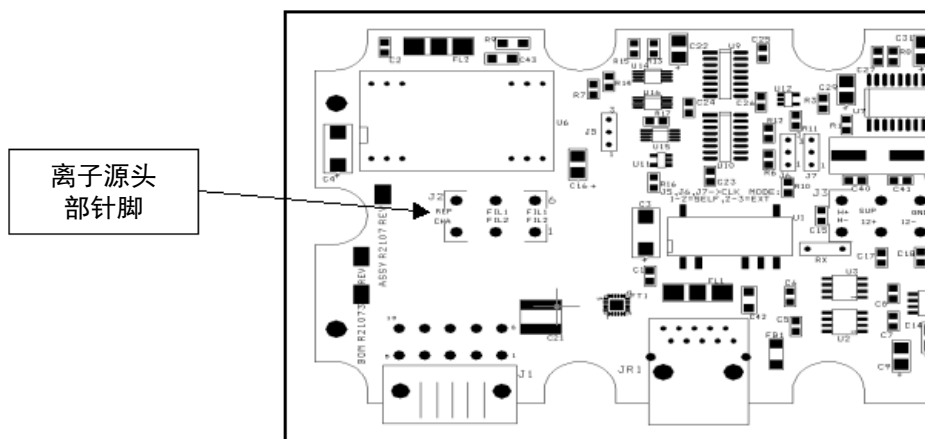

图 B-87 离子源头部针脚示意图
20. 用电阻计在 PCB 上验证离子源六针中任意两针之间是否断路（除了 FIL-1 至 FIL-1 和 FIL-2 至 FIL-2 应该是 0.3 Ohm 或更小）。并验证谱仪机身与任一离子源的针脚之间是否为开路（图 B-87）。如果在任何点存有导通性（短路），拆下头部并检查是否短路。